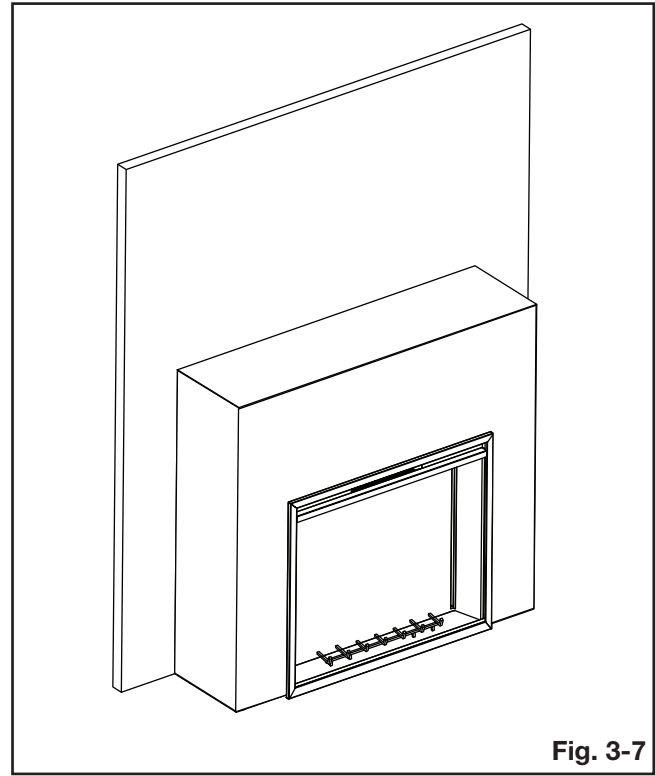

Fig. 3-7
6. Soigneusement soulevez l'appareil dans l'ossature approximatif (**Fig. 3-7**).